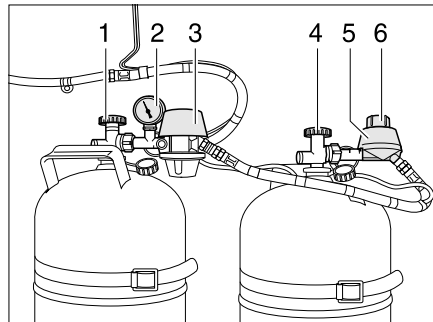
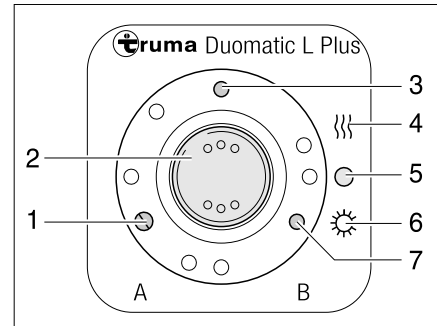

Bild 145 Duomatic-Umschaltanlage
Bild 146 Bedieneinheit
Die Duomatic-Umschaltanlage besteht aus einem Zentralregler (Bild 145,3) und einem Umschaltregler (Bild 145,5). Mit dem Drehknopf (Bild 145,6) am Umschaltregler kann bestimmt werden, welche der Gasflaschen als Betriebsflasche und welche Gasflasche als Reserveflasche verwendet wird.
Das Manometer (Bild 145,2) am Zentralregler zeigt den Druck in der Gasflasche an, nicht den Füllstand der Gasflasche. Mit dem Manometer kann die Gasflasche auf Dichtheit geprüft werden.
An der Bedieneinheit (Bild 146) können nur die elektrischen Funktionen geschaltet werden. Die Haupt-Absperrventile der Gasflaschen (Bild 145,1 und 4) müssen von Hand geöffnet werden.
- Die Haupt-Absperrventile an den Gasflaschen (Bild 145,1 und 4) öffnen.
- Mit dem Drehknopf (Bild 145,6) am Umschaltregler (Bild 145,5) die Gasflasche wählen, der vorrangig das Gas entnommen werden soll (Betriebsflasche). Den Drehknopf immer bis zum Anschlag drehen. Wenn der Drehknopf im roten Bereich steht, wird das Gas vorrangig der Gasflasche mit dem Zentralregler (Bild 145,3) entnommen. Wenn der Drehknopf im grünen Bereich steht, wird das Gas vorrangig der Gasflasche mit dem Umschaltregler (Bild 145,5) entnommen.
- An der Bedieneinheit (Bild 146) die Duomatic-Umschaltanlage einschalten. Dazu den Wippschalter (Bild 146,2) auf Winterbetrieb "Ein und Heizen" (Bild 146,4) oder auf Sommerbetrieb "Ein" (Bild 146,6) stellen. Beide Gasdruckregler sind jetzt entlüftet. Die Betriebsanzeige (Bild 146,3) leuchtet.
- Den Wippschalter (Bild 146,2) auf "O" (Bild 146,5) stellen. Die Betriebsanzeige (Bild 146,3) erlischt.
- Die Haupt-Absperrventile an den Gasflaschen (Bild 145,1 und 4) schließen.
Die Kontroll-Leuchten an der Bedieneinheit (Bild 146) signalisieren im Fahrzeuginnenen, ob die Gasflaschen betriebsbereit sind.
- Kontroll-Leuchte "A" (Bild 146,1): Gasflasche am Zentralregler
- Kontroll-Leuchte "B" (Bild 146,7): Gasflasche am Umschaltregler